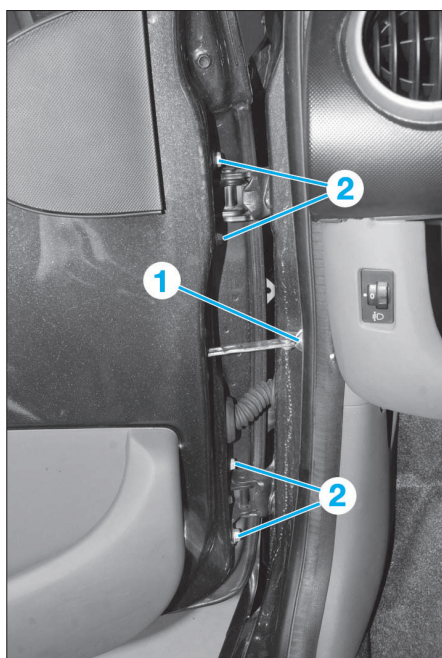

FIG. 78
- Déposer les vis (1) et (2) (Fig.78), puis déposer la porte.